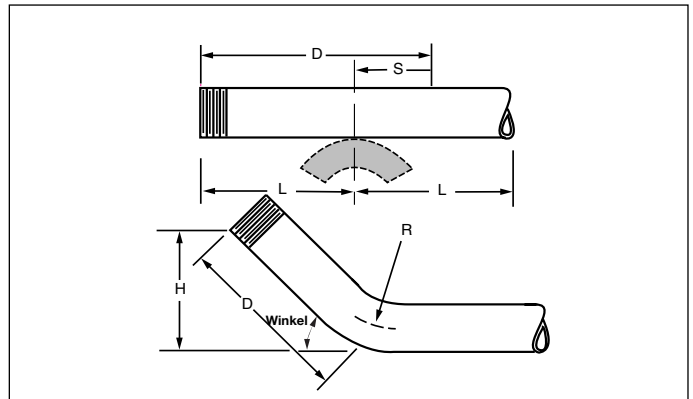

Abbildung 6
- Aus Tabelle 2 den Diagonalabstand (D) für die gewünschte Biegung (H) entnehmen. Die Diagonalabstände (D) vom geraden Ende des Rohres messen.
- Die zu biegende Rohrgröße in Tabelle 3 suchen und das Rücksetzmaß (S) für den gewünschten Biegepunkt entnehmen.
- Das Rücksetzmaß (S) am Rohr entsprechend Abbildung 6 markieren.
Die Markierungen (B) dürfen nicht näher am Rohrende liegen als die Mindestlänge (L), sonst werden die Rohrenden nicht durch die Schwenkzapfenschuhe gehalten (siehe Abb. 6, Beispiel 3 und Tabelle 5 mit Mindestlänge "L").